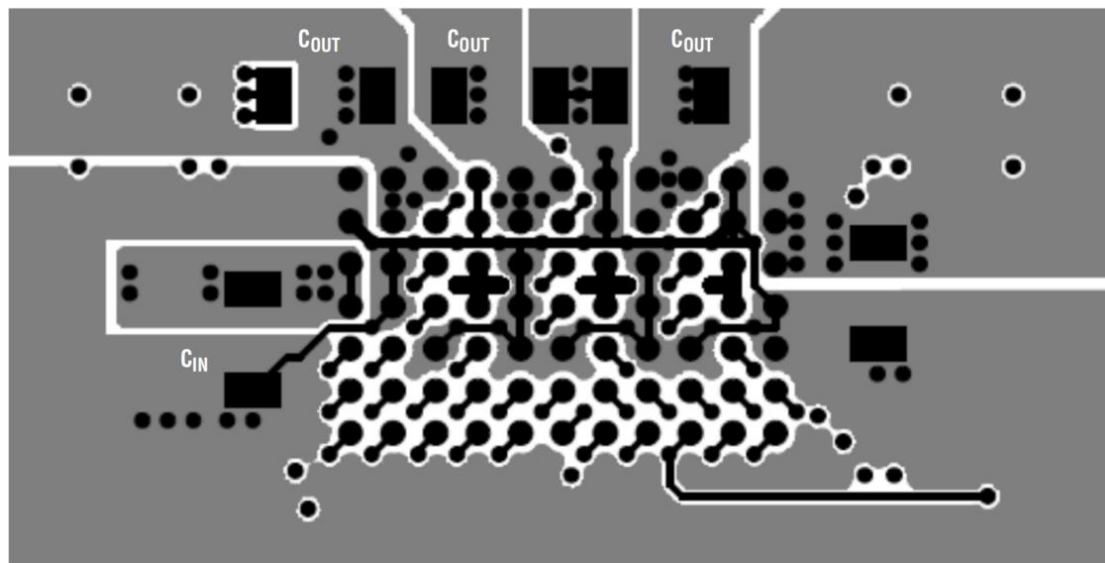

图 7 PCB 布局
- 8.在信号引脚上的测试点进行监控。图 7 给出了推荐的布局的一个很好的示例。